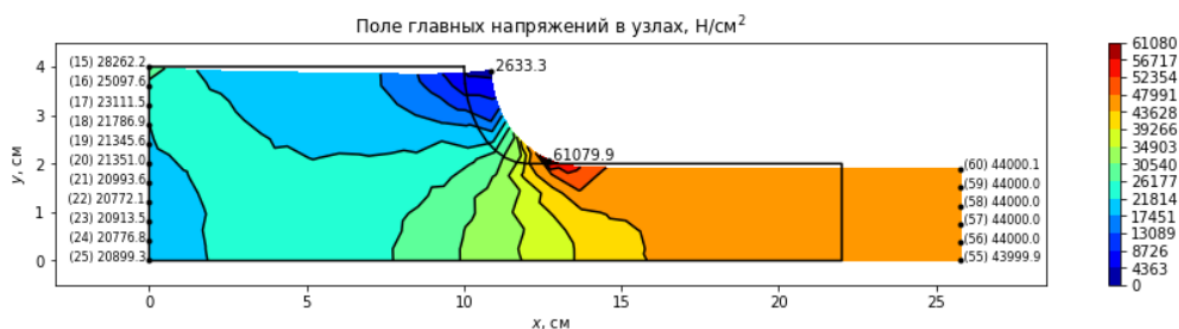

Рис. 2. Контурная карта главных напряжений
- Рисунок 2. Контурная карта главных напряжений. Должны быть отображены: